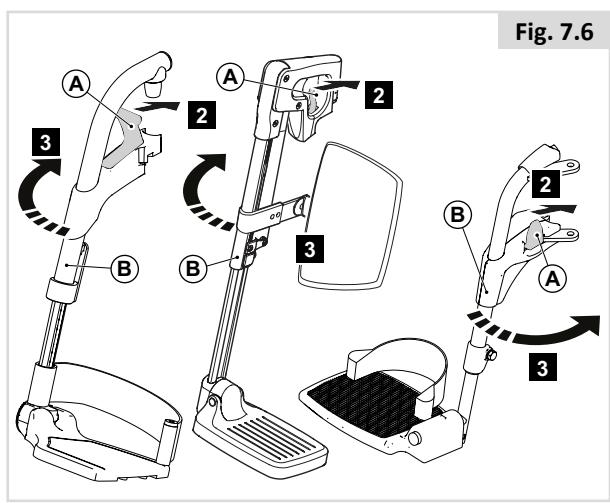

Fig. 7.6
7.5 Svingbare benstøtter (Fig. 7.6)